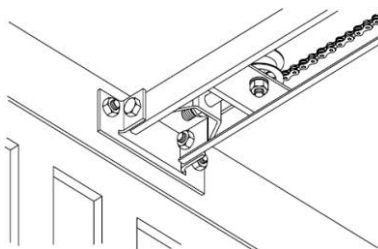

рис.10
- Отметьте среднюю линию ворот и закрепите кронштейн на раме ворот как на рис. 10. Если позволяет высота потолка, то можно закрепить этот кронштейн выше, на притолоке, с помощью штыря.